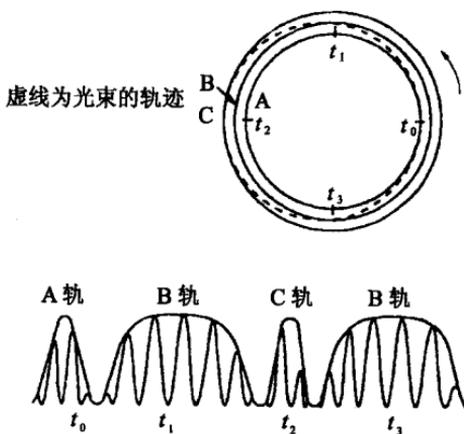

图 1-5 光束扫描轨迹与信息坑轨迹
② 循迹功能。如图 1-5 所示,光盘上的信息坑轨迹是由小到大的圆。由于制造误差,这些圆的圆心与中间定位孔的圆心很难重合在一点上。另外,光盘装在主轴电机上,由于主轴电机的制造误差,主轴的旋转中心不可能是一个点,而是一